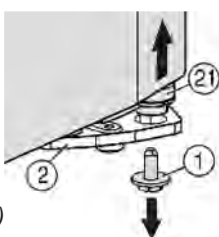
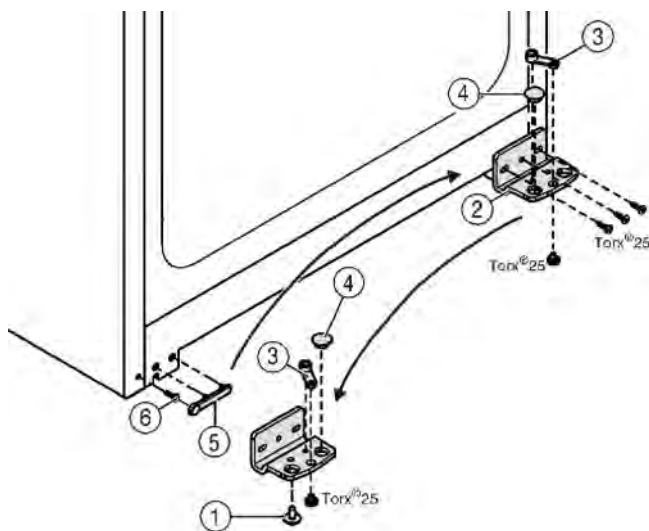

Рис. 4
Рис. 5
- ▶ Опорный стержень (рис. 4 (21)) должен выйти из петли (рис. 5 (2)).
- ▶ Если опорный стержень (рис. 4 (21)) не выходит, выдавите его снизу.
- ▶ Выкрутите петлю (рис. 5 (2)).
- ▶ Выкрутите опорный элемент (рис. 5 (3)), переустановите его в отверстие с противоположной стороны петли и плотно закрутите.
- ▶ Выньте из петли заглушку (рис. 5 (4)) и переустановите ее в приемное отверстие на противоположной стороне петли.
- ▶ Аккуратно приподнимите и снимите крышку (рис. 5 (5)) со стороны ручки.
- ▶ Выкрутите винт (рис. 5 (6)) и переустановите его с противоположной стороны.
- ▶ Установите крышку (рис. 5 (5)) обратно.
- ▶ Плотнo вкрутите петлю (рис. 5 (2)) в месте установки на другой стороне двери (**с моментом затяжки 4 Нм**), по возможности используя электроотвертку.
- Вставьте крепежный винт (рис. 4 (1)) внизу в опорный стержень и закрутите его (с моментом затяжки 4 Нм).